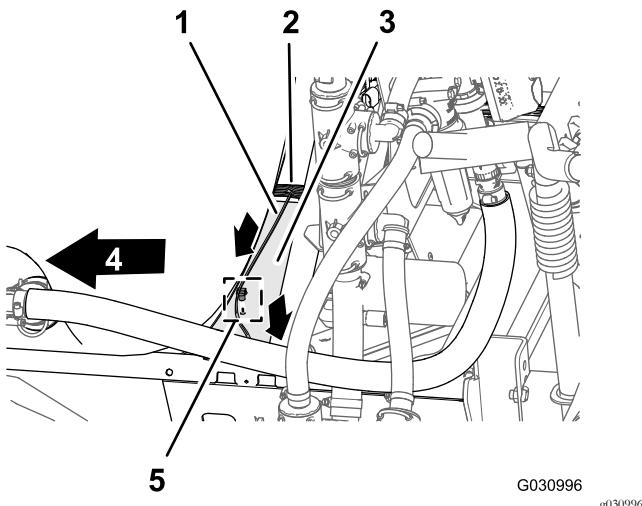

图113
1. 让打药车泵螺线圈的 74cm 线束支管穿过打药车机架安装槽的顶部向下朝向打药车泵螺线圈 图113。
2. 将 74cm 线束支管的推进式紧固件插入打药车机架安装槽的孔中 图113。